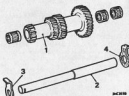

Abb. F.15
28. Kleine Druckscheibe von Vorgelegewellenrad abheben, Vorgelegewelle und größere Druckscheibe ausbauen, Abb. F.15.